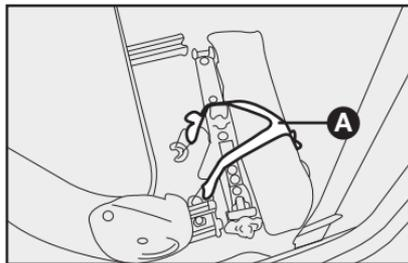

fig. 11
- Levante el asiento del conductor y suelte la cinta elástica **A-fig. 11** de sujeción de la bolsa portaherramientas.